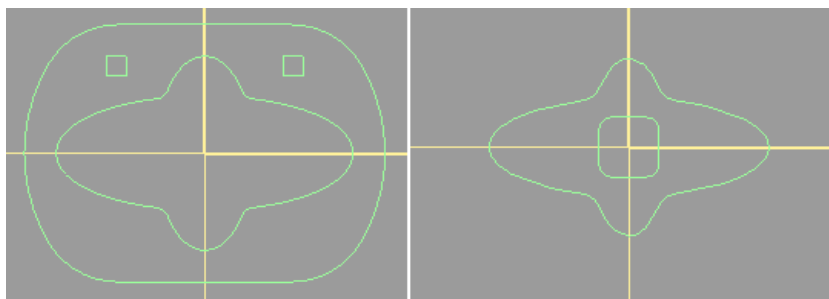
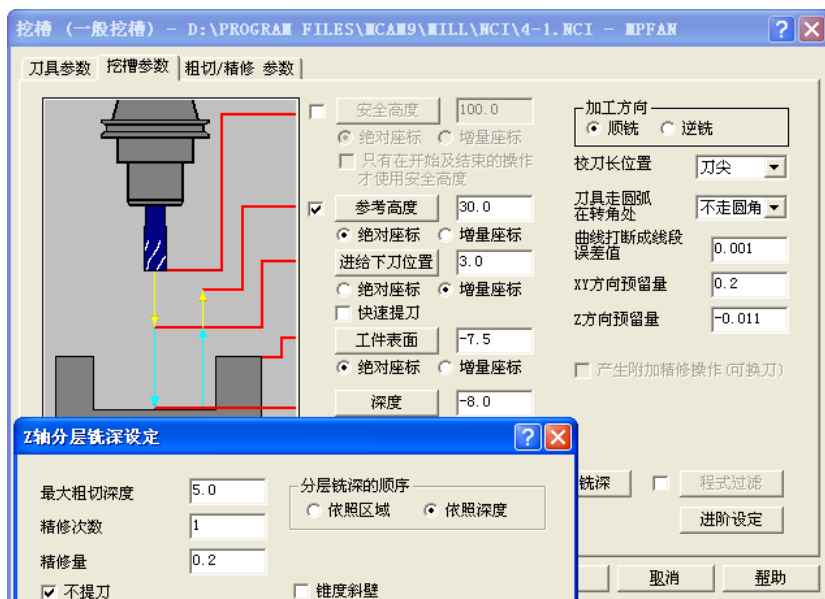

图 4-16 挖槽图形选择
图 4-17 步骤 7) 挖槽参数
5) 选择“挖槽”，继续选择直径为 6mm 的平刀，图形选择如图 4-16 左图所示。在“刀具参数”选项卡中输入进给率：400.0、下刀速率：200.0、提刀速率：2000.0、主轴转速：2500，冷却液：喷油；在“挖槽参数”选项卡中，参考高度和进给下刀位置等均同步骤 1)，工件表面：-5.5，深度：-6.0，XY 方向预留量：0.2，Z 方向预留量：0.2，不勾选“分层铣深”；在“粗切/精修 参数”选项卡中，勾选“斜插式下刀”和“刀具路径最佳化（避免插刀）”，斜插式下刀参数与步骤 4）相同，不勾选“精修”，其余默认。将步骤 1)～5) 设定为群组 CX。
7) 继续选择“挖槽”，选择直径为 6mm 的平刀，图形选择图 4-16 右图所示。工件表面：-7.5，深度：-8.0，XY 方向预留量：0.2，Z 方向预留量：-0.011，以保证尺寸  $8^{+0.022}_0$ ，勾选“分层铣深”，设定精修次数：1，精修量：0.2，勾选“不提刀”，点选“依照深度”，如图 4-17 所示；在“粗切/精修 参数”选项卡中，勾选“精修”“精修外边界”“不提刀”“只有在最后深度执行一次精修”，覆盖进给率勾选“进给率”，设定为 400.0，其余所有